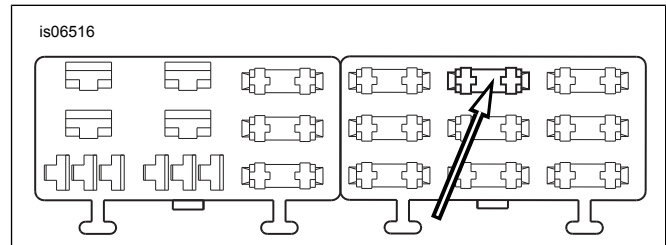

Figura 19. Cavidade do bloco de fusíveis "P&A IGN" (modelos Softail ano 2004 a 2010)
4. Veja a Figura 19. Localize a cavidade de fusível (1) indicada como "P&A IGN" na tampa do bloco de fusíveis do bloco de fusíveis do lado direito. Insira o terminal no fio adaptador laranja/branco até parar. Consulte um terminal próximo instalado na fábrica para comparar e para verificar a orientação e a profundidade corretas.